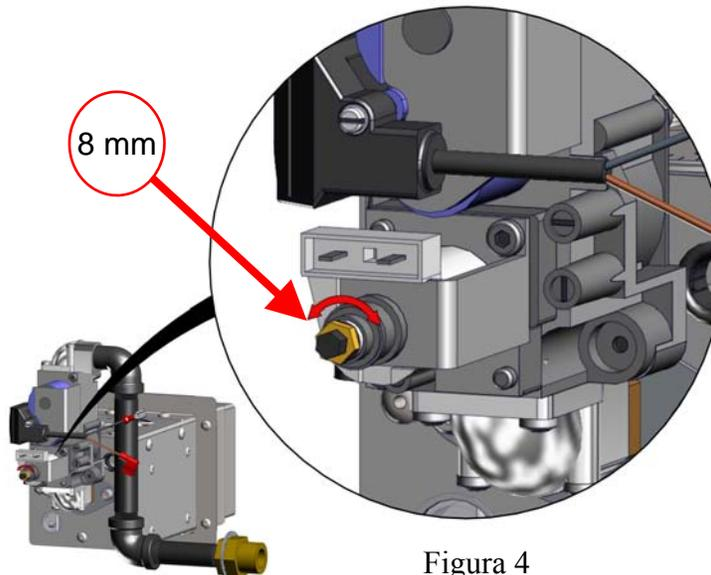

Figura 4
5. Parámetros de funcionamiento interno (Figura 4)
- Usando un encaje de 8mm girar el tornillo de llama sesgo alto (Figura 4) hasta que llegue al ajuste deseado. Utilice la tabla en la página siguiente (Figura 5) para los ajustes de las válvulas correctas.